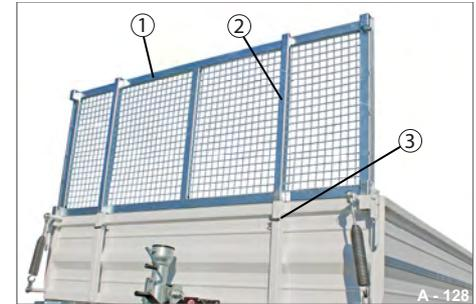
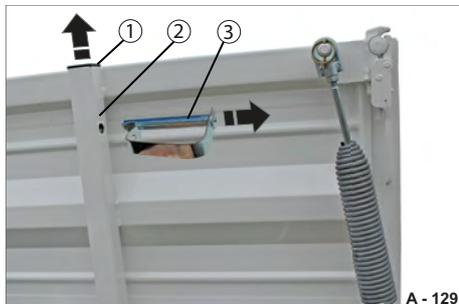
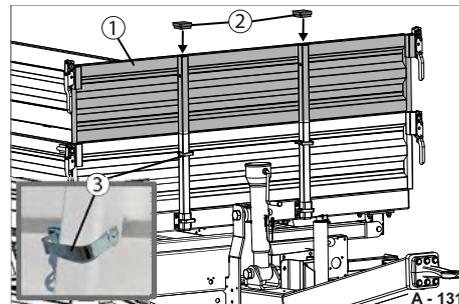

Abb. 134 Stirn-Bordwandaufsatz
Abb. 135 Montage vorbereiten
Abb. 137 Stirn-Bordwandaufsatz gesichert
- ▶ Entfernen Sie die Abdeckkappen (Abb. 135/1) aus den Rungen (Abb. 135/2).
- ▶ Ziehen Sie ggf. die Federsteck-Bolzen (Abb. 135/3) heraus.
- ▶ Stecken Sie den Stirn-Bordwandaufsatz (Abb. 133/1 & Abb. 134/1) in die Rungen der Grundbordwand (Abb. 135/2) ein.
- ▶ Stecken Sie die Abdeckkappen (Abb. 137/2) in die Rungen (Abb. 135/2) des Stirn-Bordwandaufsatzes.